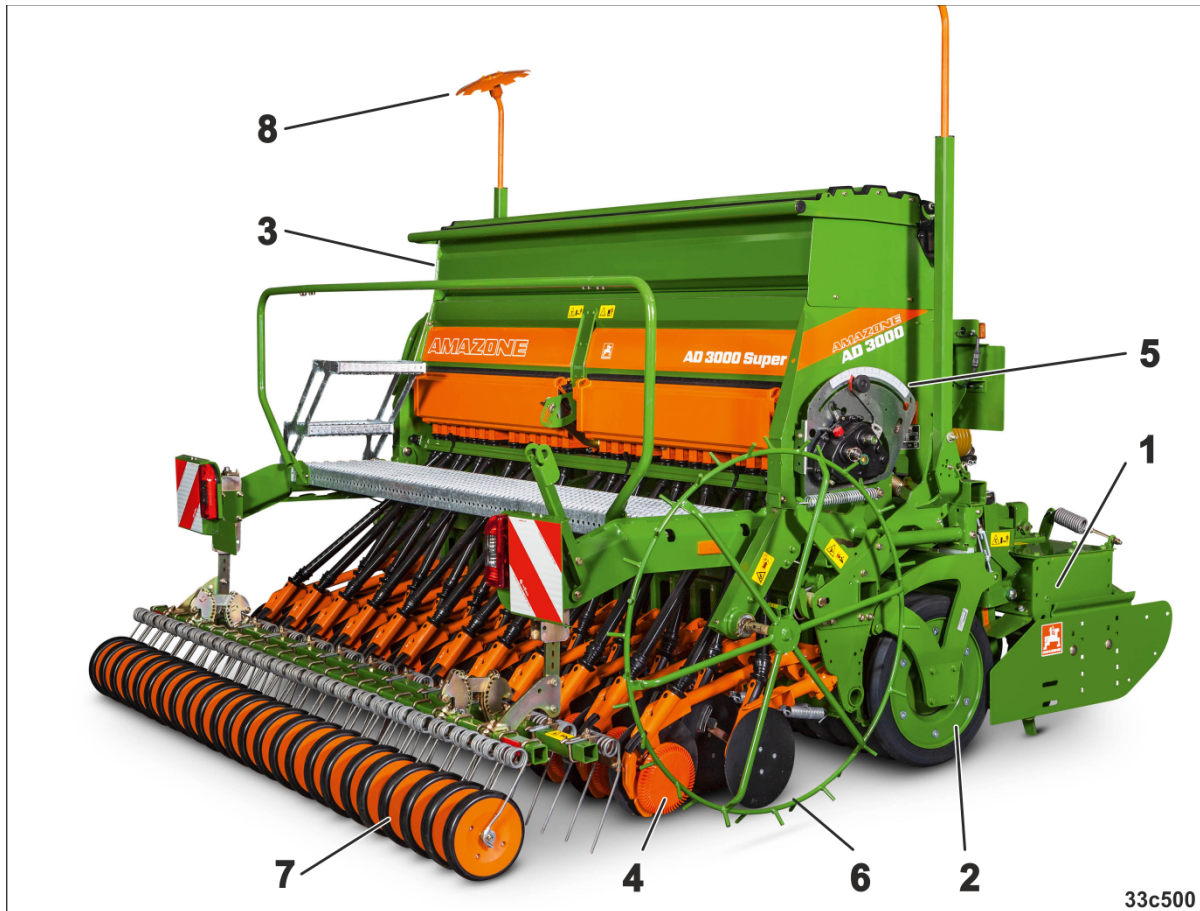

Fig. 32
Das Saatgut wird im Saatkasten (Fig. 32/3) mitgeführt.
Das in den Sägehäusern von den Särädern dosierte Saatgut fällt in die von den Scharen (Fig. 32/4) gezogene Säfurche. Angetrieben werden die Säräder über das Variogetriebe (Fig. 32/5) vom Spornrad (Fig. 32/6).
Das Saatgut wird vom Exaktstriegel, dem Rollenstriegel (Fig. 32/7) oder dem Schleppzinkenstriegel mit losem Boden bedeckt.
Die Feldanschlussfahrt wird in Traktormitte von den Spuranreißern (Fig. 32/8) markiert.
Die RoTeC-Control-Schare (Fig. 32/4) ermöglichen die Mulchsaat auch auf Feldern mit großen Strohmenen und Pflanzenresten. Die Ausbildung der Saatrille und die optimale Scharführung im Boden erfolgen auf einer Seite durch die Säscheibe und auf der anderen Seite durch einen robusten Hartgusskörper. Die elastische Tiefenführungsscheibe verhindert das Anhaften von Erde an der Säscheibe und gestaltet die Saatrille mit aus. Der hohe Schardruck und die Abstützung auf der Tiefenführungsscheibe ergeben einen ruhigen Scharlauf und eine exakte Ablagetiefe des Saatgutes.
- AMAZONE-Kreiselgrubber (Fig. 32/1) oder
und Keilringwalze (Fig. 32/2) oder Zahnpackerwalze.